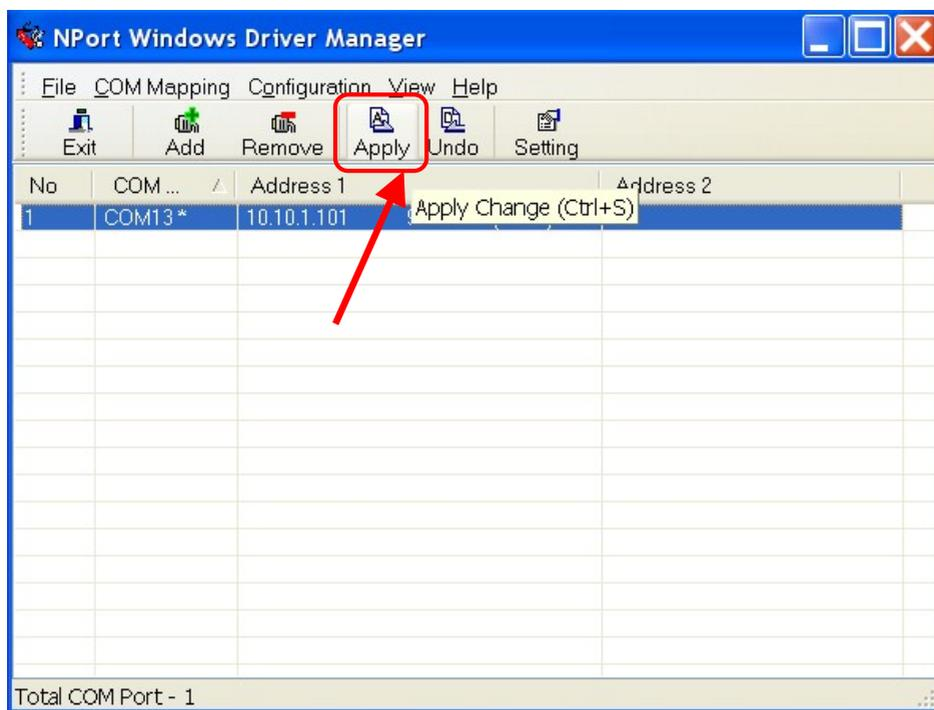

Рис. 17.18. Утилита «NPort Windows Driver Manager», применение изменений.
17.21. В окне утилиты «NPort Windows Driver Manager» выделите «мышкой» настраиваемый порт и нажмите на кнопку «Apply» (см. Рис. 17.18).